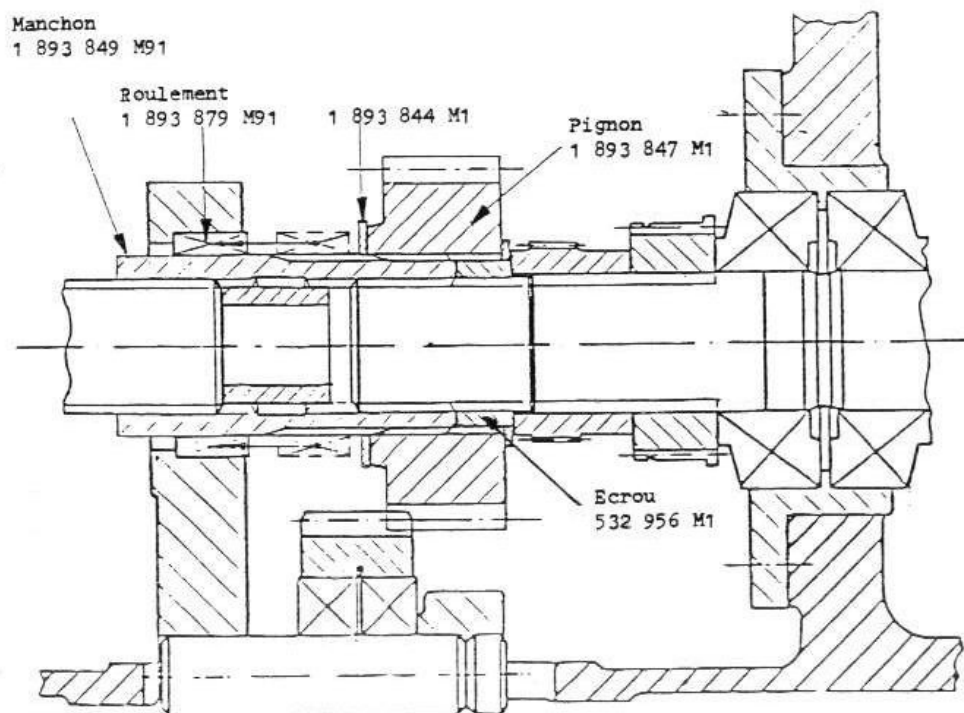

Fig. 10
- Placer le roulement 1893879 M91 sur le manchon 1893849 M91 puis pousser le manchon en butée contre l'écrou 532956 M1. Engager le roulement dans le logement du boîtier (voir fig. 10).